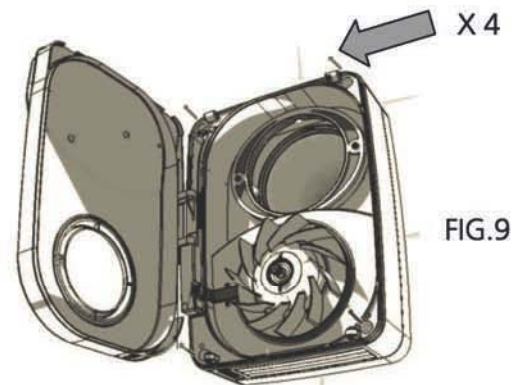

FIG.9
- 7- Fixer le châssis au mur avec les 4 vis de fixation en alignant avec soin le trou du Tempra avec le manchon (FIG 9)